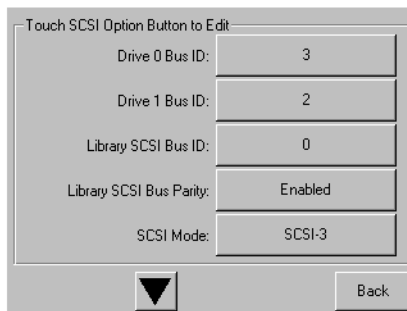

Figure 3-4. Écran Champ Drive 0 Bus 0
- d. Sélectionnez OK pour confirmer. Un nouvel ID SCSI apparaît maintenant dans le champ Drive 0 Bus 0 (voir figure 3-4).